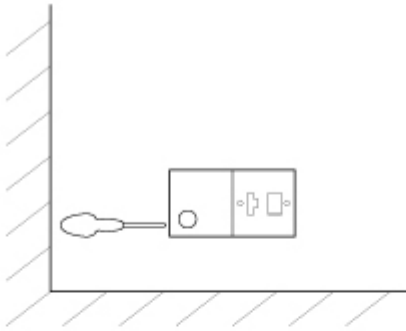

Fig. 2
9. On doit prévoir de l'espace pour accéder au boîtier de commande sur la gauche avec un tournevis, ce qui permettra d'enlever le couvercle. (fig2)